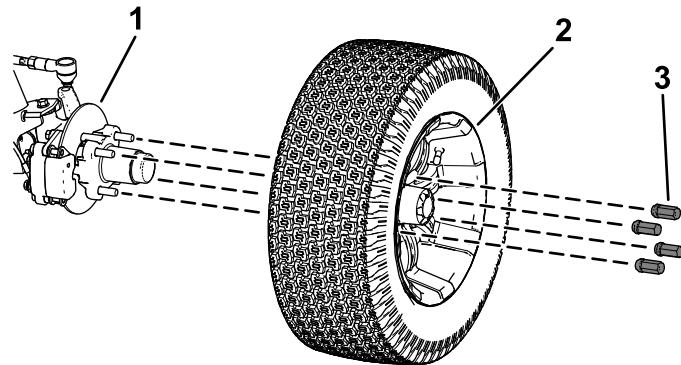

Figura 34
2. Retire las 4 tuercas que sujetan la rueda al cubo (Figura 34).
- Alinee los taladros de la rueda con los espárragos del cubo y monte la rueda en el cubo con la válvula hacia fuera (Figura 34).
- Sujete la rueda al cubo usando las tuercas de rueda (Figura 34). Apriete las tuercas de rueda a 108–122 N·m.